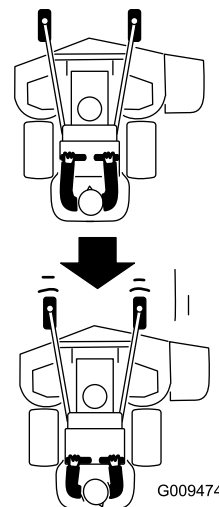

Figure 21
- Tirez les leviers de commande de déplacement lentement en arrière (Figure 21).